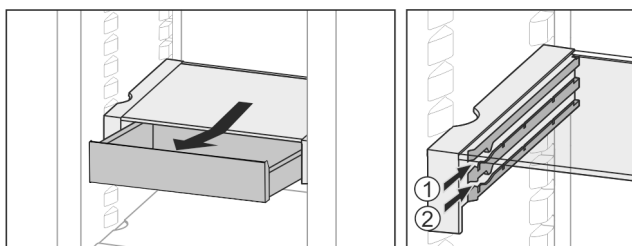

Fig. 21
- Na dowolnej wysokości Fig. 21 (1) lub Fig. 21 (2) wsuwać.